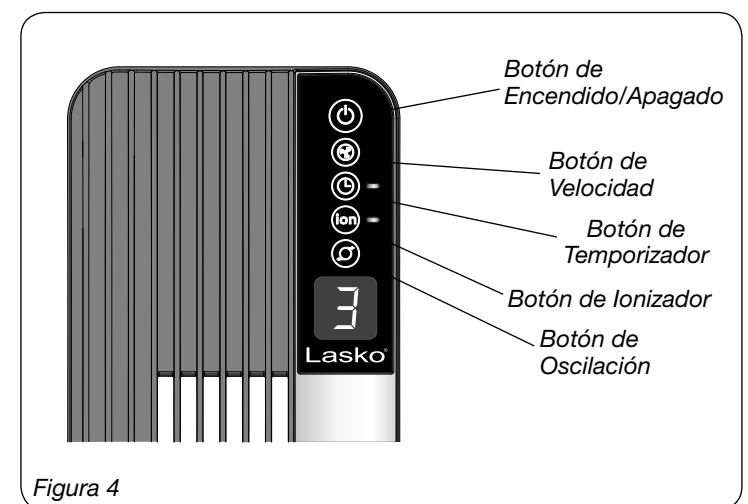

Figura 4
1. Instale las baterías (no suministró) como mostrado en la Figura 4. La batería es el tipo "AAA".